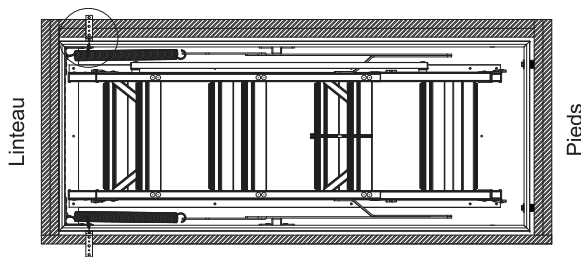

Figure 9
L. Installateur n° 2 : Dépliez les sangles en métal de 14 po et pliez-les sur les solives de plafond adjacentes. Vissez-les en place à l'aide des vis à bois (1/4 po sur 1 1/2 po) que vous ferez passer dans le trou de 1/4 po de diamètre qui se trouve la sangle en métal et dans la solive en bois. Consultez les figures 9 et 9.1. Assurez-vous que les sangles sont tendues pour supporter le poids de l'échelle de grenier. NE soulevez pas l'échelle de grenier des planches de soutien temporaire.